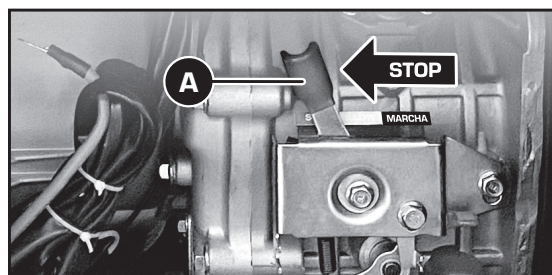

Figura 6
2. Coloque la palanca de velocidad del motor (A) en la posición "STOP" (Figura 6).